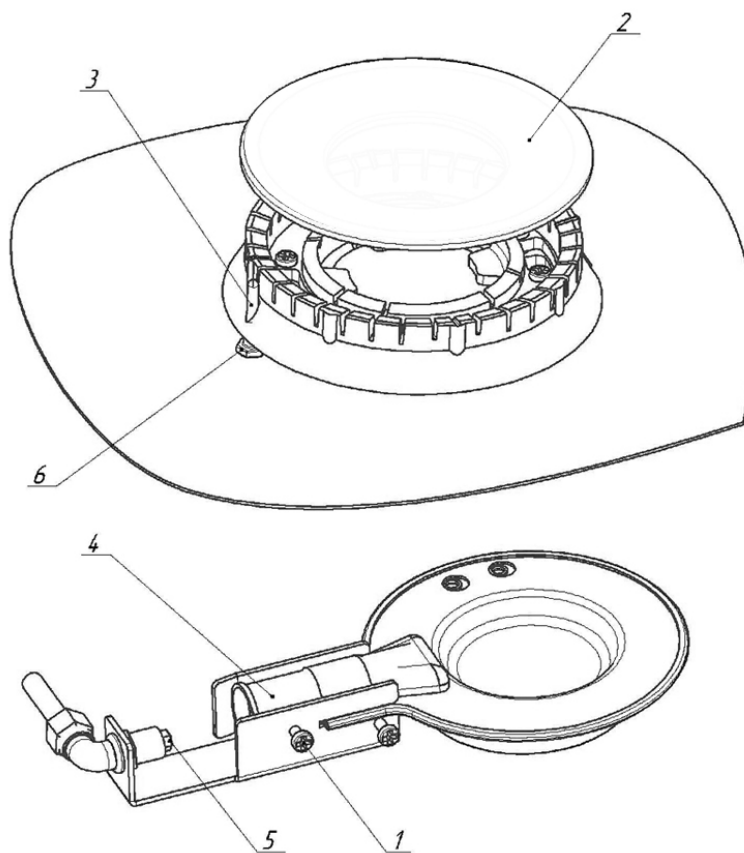

Рис.4 Общее устройство горелок открытого пламени
- Ослабьте винт 1 (рис.4) и, перемещая цилиндр шибера 4 (рис.4), добейтесь нормального горения пламени.
- При достижении нормального горения пламени закрепите шибер 4 (рис.4), затянув винт 1 (рис.4). Верните лицевую панель на место.
- Найдите смеситель горелки (рис.4).
- Ослабьте винт крепления цилиндра шибера 1 (рис.4), сдвиньте шибер 4 (рис.4) и выкрутите сопло горелки 5 (рис.4).
- Верните шибер на место и зафиксируйте винт 1 (рис.4).